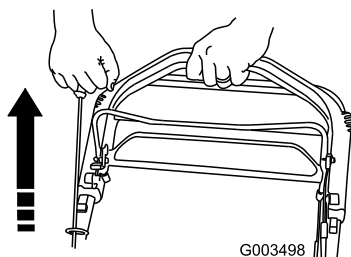

Figura 22
3. Tirate la maniglia di avviamento (Figura 22).